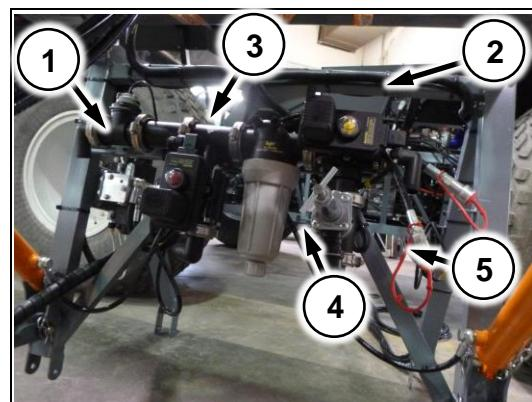

Рис. 91
(Рис. 91/1) – расходомер
(Рис. 91/2) – главный клапан
(Рис. 91/3) - регулировочный клапан
(Рис. 91/4) – корпус фильтра тонкой очистки
(Рис. 91/5) – предохранительный клапан
1. М – главный клапан (Рис. 91/2)
2. R – регулирующий клапан (Рис. 91/3)
3. Расходомер (Рис. 91/1) и датчик скорости подключаются в 3х.-контактные герметичные разъемы.